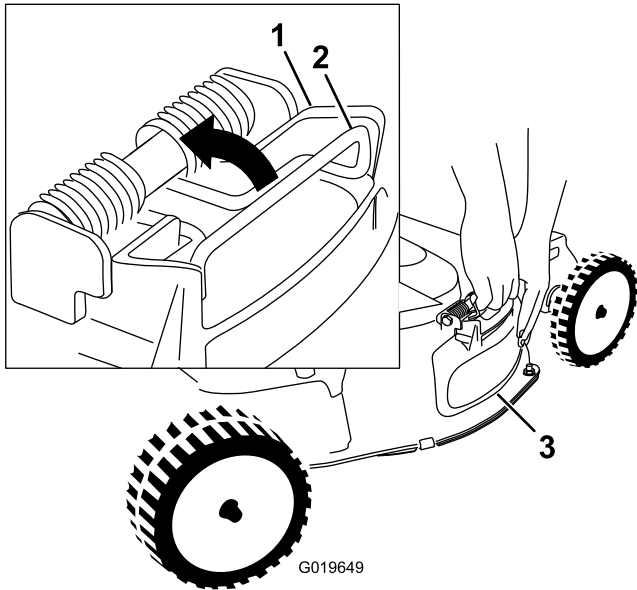

Figura 23
4. Retire el deflector de descarga lateral tirando hacia arriba del muelle que sujeta el deflector en su sitio y retirando el deflector (Figura 23).